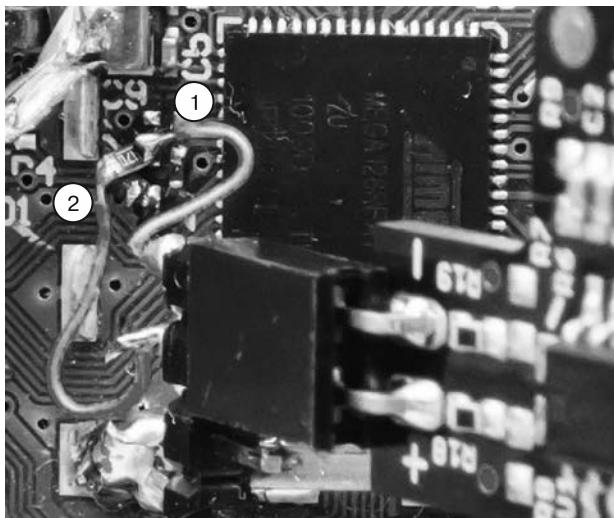

Рис. 11.11. Дифференциальный зонд, используемый на целевой плате
Производители осциллографов продают и свои *дифференциальные датчики*, но обычно они очень дорогие. В качестве альтернативы вы можете просто собрать дифференциальный усилитель, используя коммерческий операционный усилитель. Дифференциальный зонд может измерять потребляемую мощность на резисторе, уменьшая накладываемый шум. В рамках проекта ChipWhisperer есть открытый исходный код, в котором используется Analog Devices AD8129. На рис. 11.11 показана фотография зонда, используемого на физическом устройстве.
На рис. 11.11 у зонда есть положительный (+) и отрицательный (–) контакты. Они отмечены в нижней правой части трафаретной печати на черной печатной плате датчика. Провода ② и ① соединяют положительный и отрицательный контакты, соответственно с двумя сторонами шунтирующего резистора, установленного на целевой плате. В этом примере используется дифференциальный зонд, поскольку питание, поступающее на шунтирующий резистор, зашумлено и мы хотим удалить этот синфазный шум.